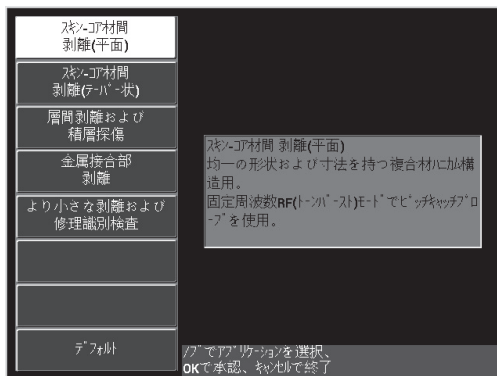

図 6-2 Skin To Core Disbonds (Flat) (スキン - コア間剥離 (平面)) アプリケーション
3. **Skin to Core Disbonds (Flat)** (スキン - コア間剥離 (平面)) アプリケーションを選択し、✓ を押して受け入れます (134 ページの図 6-2 参照)。